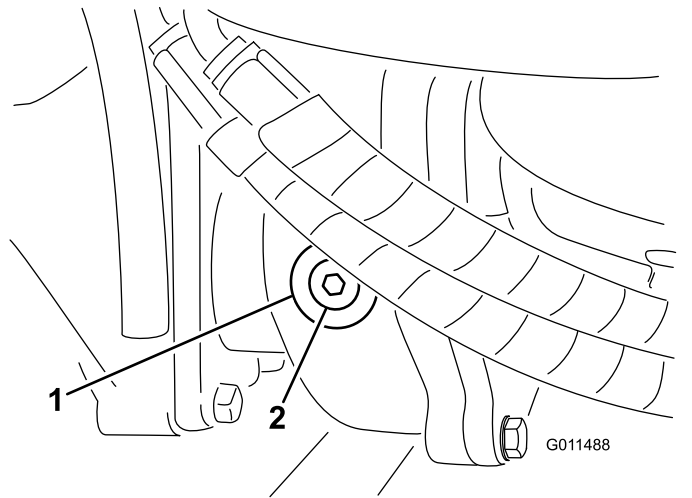

图 68
2. 从齿轮箱的左侧取出检查/注油塞确保润滑剂向上直至孔的底部图 68。